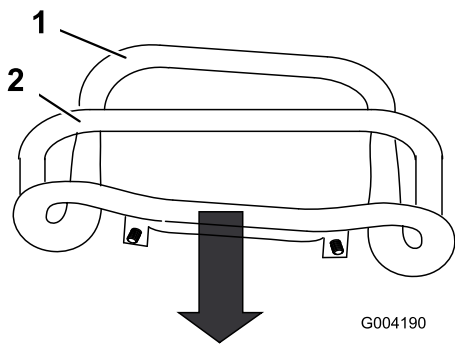

Figura 48
3. Tire hacia atrás del control de tracción hasta que la parte delantera del control entre en contacto con la barra de referencia (Figura 48).